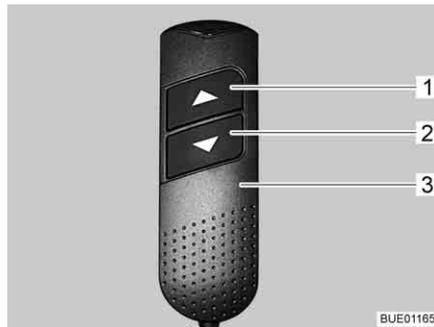

Fig. 92 Elemento de mando manual
- En el elemento de mando manual (Fig. 92,3), pulsar la tecla "▼" (Fig. 92,2) y mantenerla pulsada. La sección de los pies se introducirá. Las cabeceras del somier se levantarán.
- En el elemento de mando manual (Fig. 92,3), pulsar la tecla "▲" (Fig. 92,1) y mantenerla pulsada. La sección de los pies se extenderá. Las cabeceras del somier se bajarán.
- En el elemento de mando manual (Fig. 92,3), pulsar las teclas "▼" (Fig. 92,2) o bien "▲" (Fig. 92,1) hasta que se haya alcanzado la posición deseada.